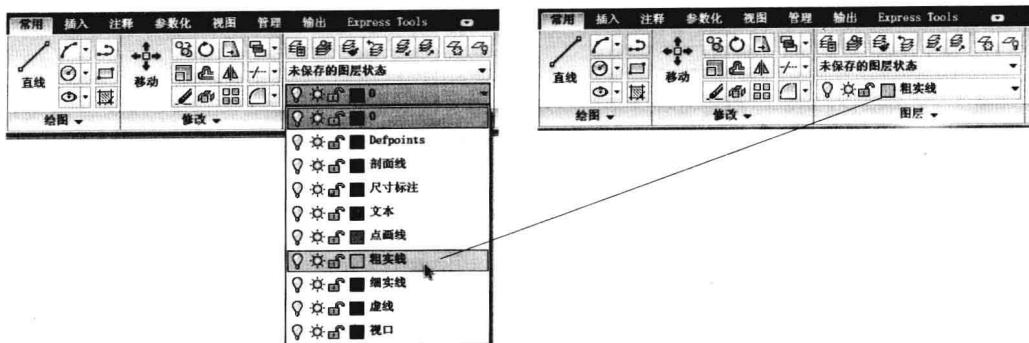

图 6-2-9
(11) 关闭“图层特性管理器”选项板，完成图层的定义。
(12) 当需要在某个图层中绘图时，在“图层”面板中单击图层名称，在弹出的列表中选择某图层名称，该图层就设置为当前图层，该图层名称显示在列表的最顶端，如图 6-2-9 所示。
(13) 选择一个对象，在“图层”面板中会显示这个对象所在的图层名称，如果选择一个新图层，对象即可放置在新图层上。